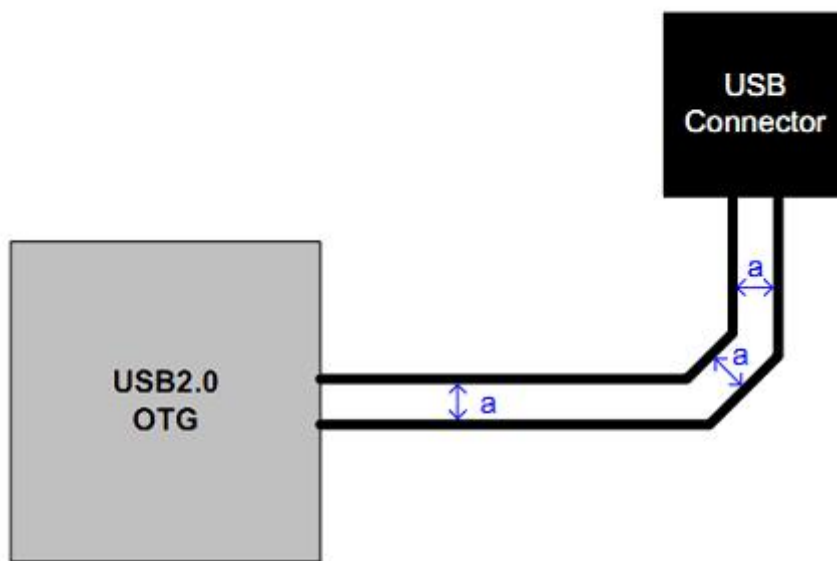

图8-7
- USB的信号走线必须严格遵循差分规则要求走线。走线拐角尽量用弧线或者钝角，不能为直角或锐角，阻抗要求 $Z=90\pm 10\text{ohm}$ ，如图8-7；